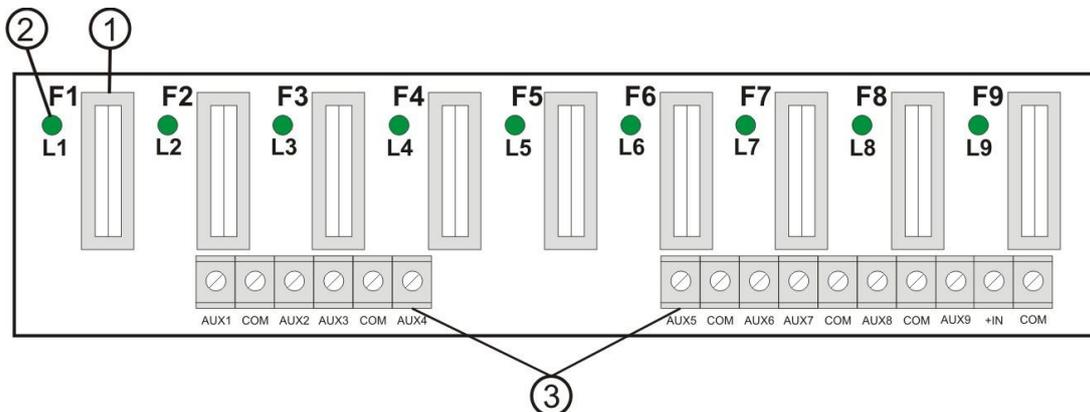

Bild.2. Ansicht des Sicherungsmoduls LB9.
**Tabelle 1. Beschreibung der Elemente und der Anschlüsse des Sicherungsmoduls (Tab.1, Abb.2)**
Nr. des Elements [Bild. 2]	Beschreibung